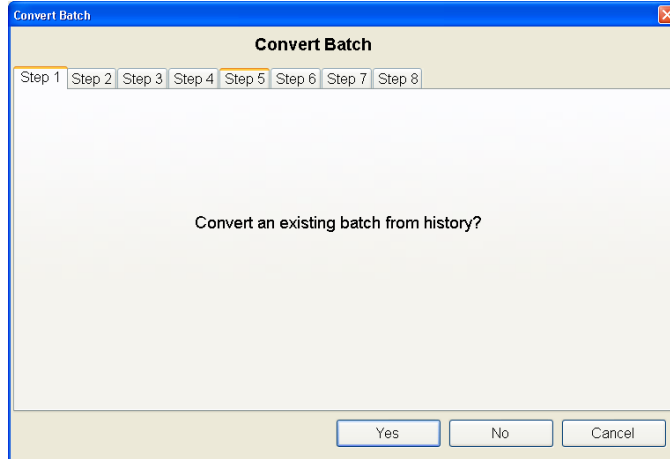

Figura 12-5: Pantalla de confirmación “¿Convertir lote del historial?”
4. Un cuadro de diálogo ayudará a guiar al usuario a través de la función Convertir; vea la Figura 12-5. La primera opción es convertir un lote a partir del historial. Sin embargo, en este ejemplo no estamos convirtiendo una receta a partir del historial. En lugar de eso, vamos a convertir nuestra receta maestra. Haga clic en No.